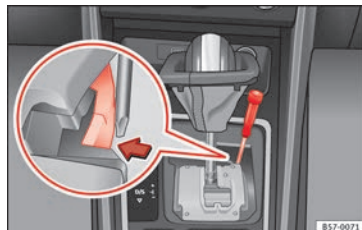

Fig. 54 Levier sélecteur : déverrouillage d'urgence de la position de parking.
- Avec un tournevis, appuyez latéralement sur la languette jaune de déverrouillage et maintenez la pression » » **fig. 54.**